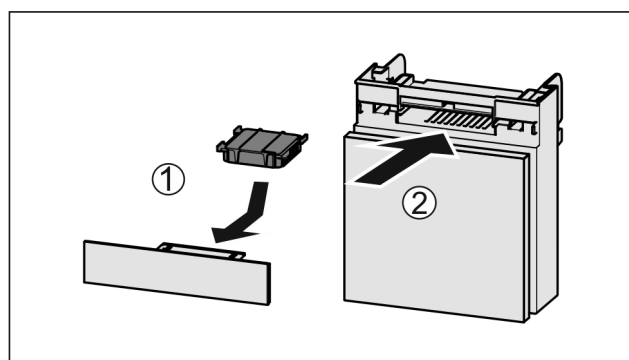

Fig. 129
- Aktivkohlefilter nach Abbildung einsetzen Fig. 129 (1).
- Fach einschieben Fig. 129 (2).